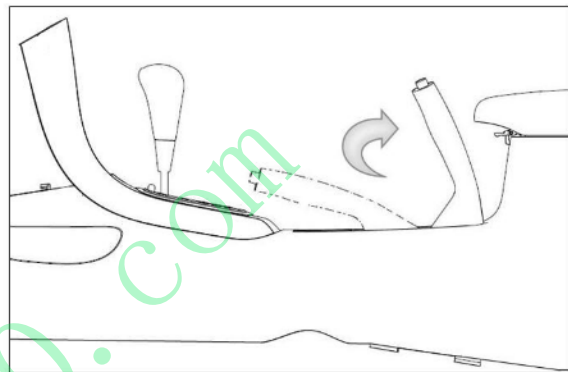

图4.2.3.1 手刹护板橡胶挡块总成的拆卸
- 1、先将手刹拉起一定高度，使手刹护板橡胶挡块总成完全可见，如图 4.2.3.1 所示；